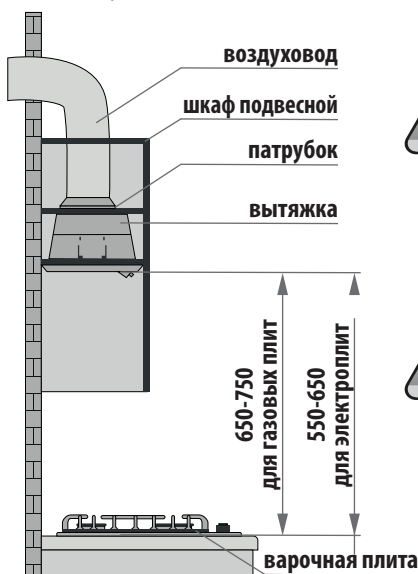

рис. 2.3
**Следуйте минимальному расстоянию между поверхностью установки посуды на варочной панели и нижней частью вытяжного устройства. Это расстояние должно составлять не менее 65-75 см над газовыми приборами и 55-65 см над электрическими (рис. 2.3).**